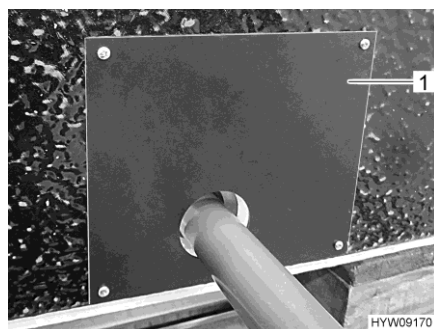

Fig. 105 Copertura (vano del serbatoio delle acque grigie)
- Rimuovere la copertura (Fig. 105,1) del serbatoio delle acque grigie.
- Posizionare la copertura (Fig. 105,1).